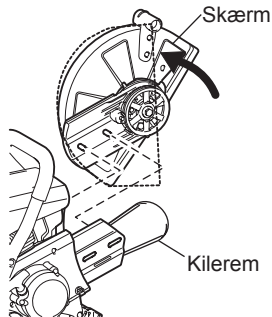

Fig. 2
- (3) Drej skærmen til positionen med stiplede linje. Fjern kileremmen og fjern derefter skæreværktøjet fra skæremaskinen. Monter grebet igen. (Fig. 2)